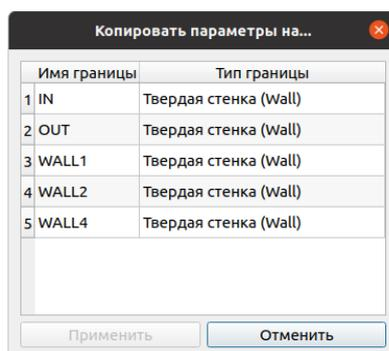

Рисунок 87 – Окно с таблицей параметров границ
- «Копировать параметры на» для вызова таблицы с именами и типами границ доступными для копирования (рис. 87).